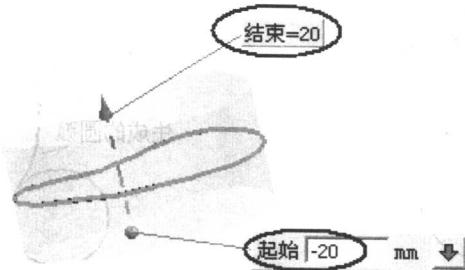

图 1-8 拉伸实体
(1) 生成拉伸实体。利用“成形特征”→“拉伸”生成拉伸实体，如图 1-8 所示。参数起始=-20，结束=20。